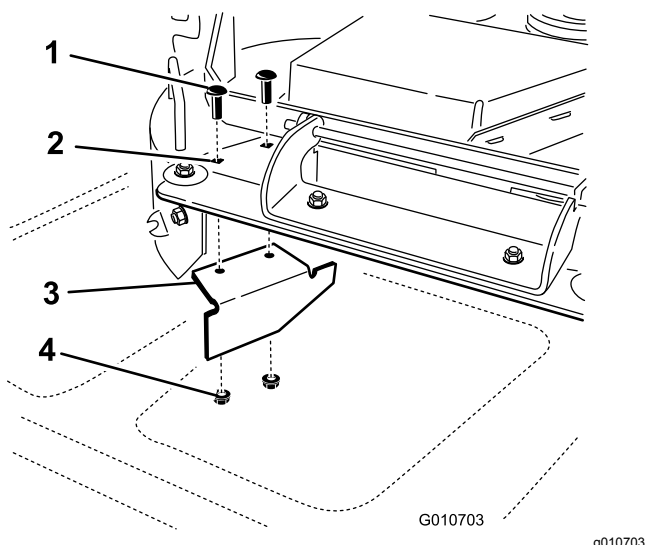

Figura 36
14. Localize o abafador de corte no saco das peças soltas. Retire as fixações nos furos posteriores da placa de descarga. Instale o abafador na abertura de descarga lateral na plataforma do cortador (Figura 36).